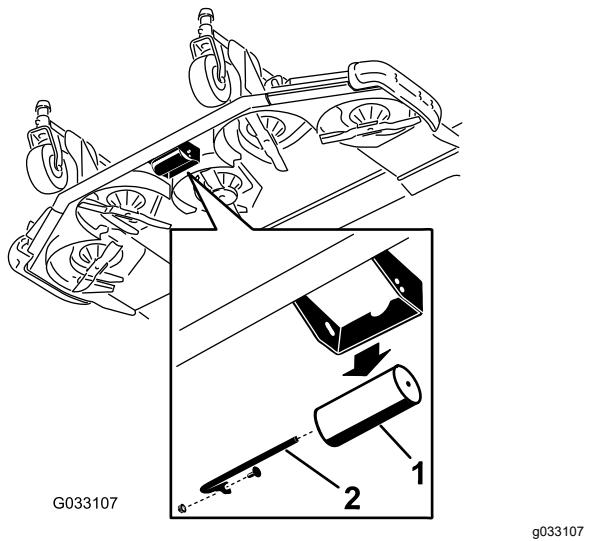

Figure 26
- Retirez l'axe du galet, la vis et l'écrou qui fixent le galet au support du plateau de coupe (Figure 26).